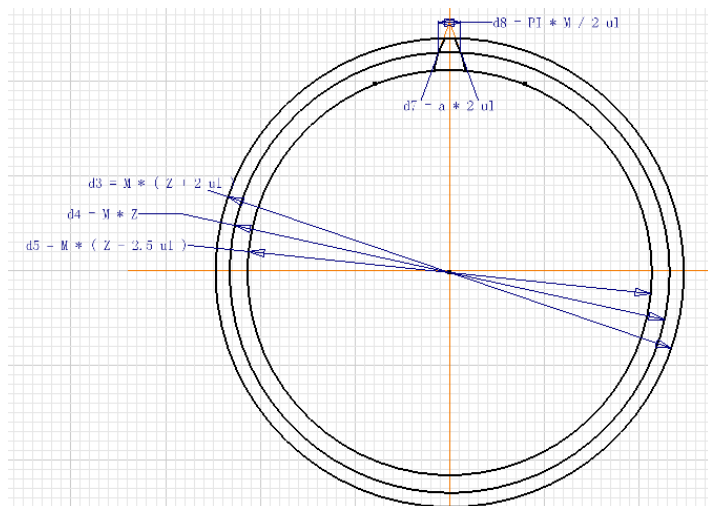

图 3-109 标注尺寸后的齿轮草图截面轮廓
(4) 单击【草图】标签栏【约束】面板中的【尺寸】工具按钮，为齿轮的草图轮廓添加尺寸约束。注意这里应该完全根据国标所规定的齿轮标准尺寸进行标注，如分度圆的直径应该是模数×齿数，齿根圆应该是模数×(齿数-2.5)等。在草图工作区域内单击右键，在【打开】菜单中选择【尺寸显示】选项，在它的子菜单中选择【表达式】选项，这样尺寸就会以表达式的方式显示。标注尺寸以后的齿轮的草图截面轮廓如图 3-109 所示。